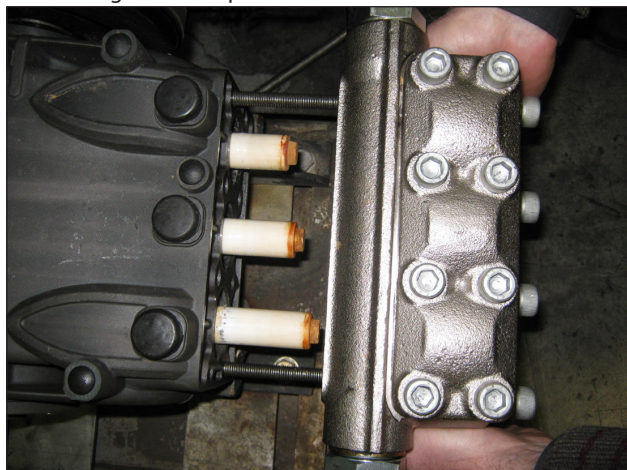

Abb. 29
- B) Schmieren Sie die Bauteile ②③⑤ mit Silikonfett der Sorte OCILIS Art. 12001600; dieser Vorgang dient als Hilfe beim Setzen der Dichtungslippe am Kolben.
1. Mit zwei Wartungsschrauben - Stiften (Art. 27726000), die gemäß (Abb. 29) am Gehäuse befestigt sind, zentrieren Sie den kompletten Kopf nur am mittleren Kolben.